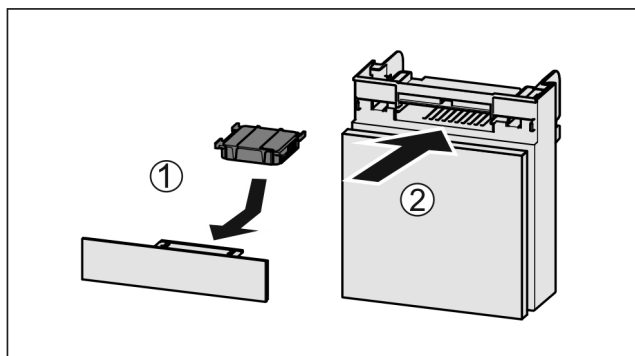

Fig. 213
- Anbring aktivkulfilteret som vis på billedet Fig. 213 (1).
- Skub rummet ind Fig. 213 (2).